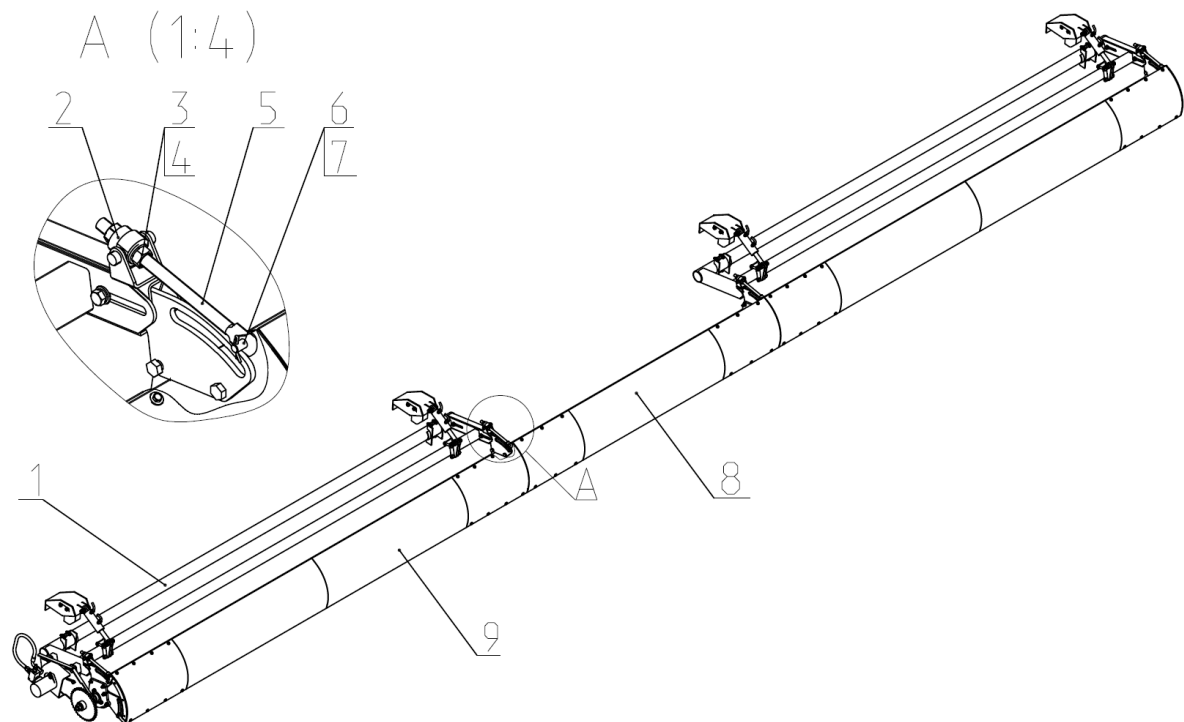
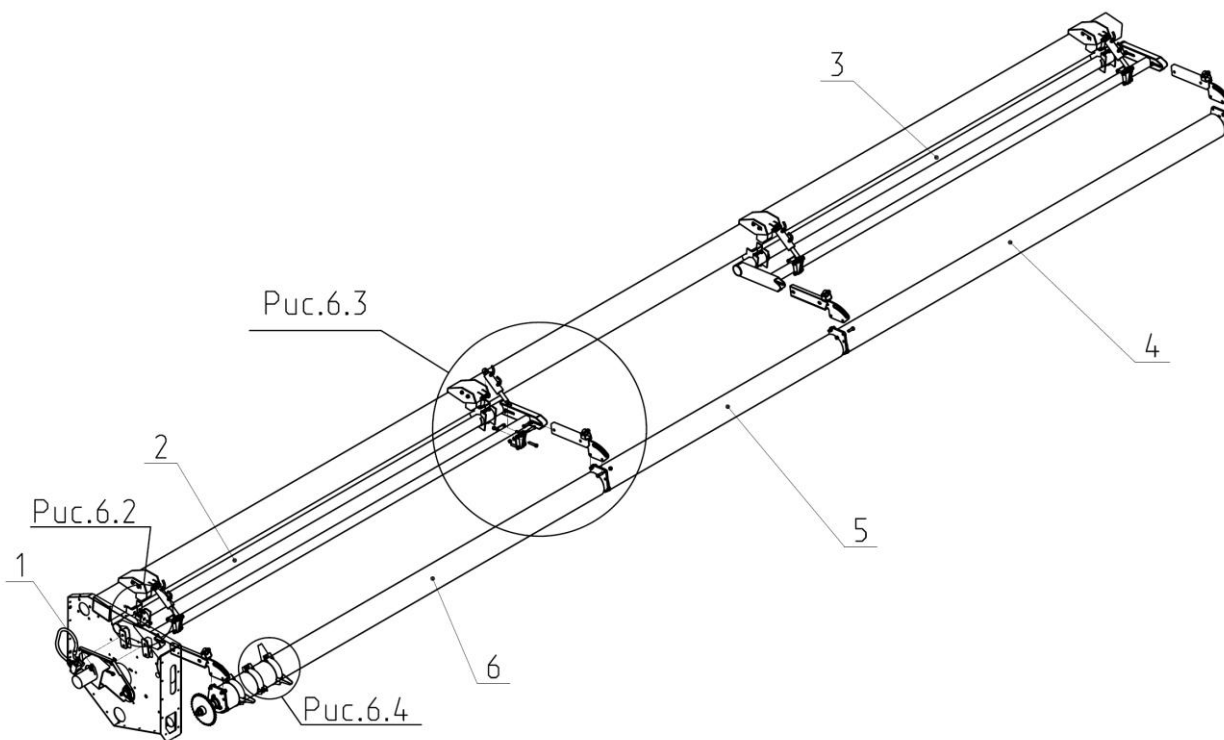

Рис.6 ЖНПС 03.000А Рамка в сборе.
Рис. 6.1 ЖНПС 03.010А Рамка.
Рамка предназначена для установки на ней направляющих щитков 8.9 (рис.6), мотовила 4,5,6 (рис.6.1), гидромотора 1.
Регулировка щитков по высоте выполняется винтом 5 (рис.6).
2.2.12 Гидромотор 1 (рис.6.1) предназначен для передачи крутящего момента на мотовило через цепную передачу. Гидромотор приводится в действие через гидросистемы жатки подключенной к гидрооборудования комбайна.